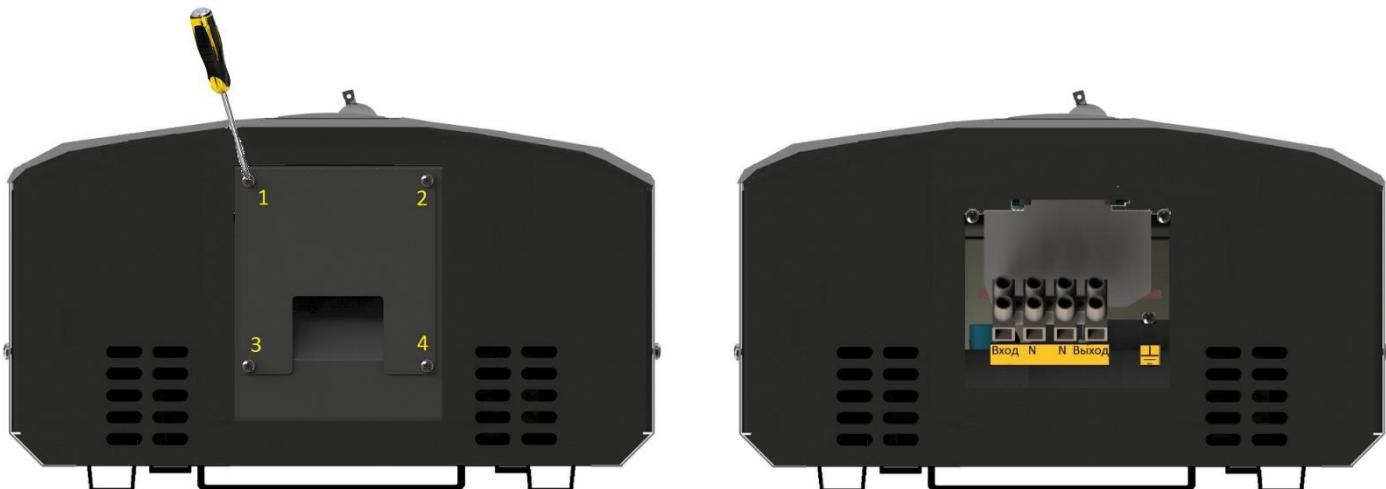

Рисунок 9. Схема зняття захисної кришки знизу корпусу стабілізатора
2. За допомогою викрутки відкрутити 4 гвинти захисної кришки з нижньої частини стабілізатора для доступу до клемної колодці (див . рисунок 9).
При натисканні на праву (позиція 2 на рис.9) кнопку в **основному режимі** на екрані по черзі з'являються такі параметри:
При натисканні на ліву (позиція 1 на рис.9) кнопку в **основному режимі** на екрані по черзі з'являються ті ж параметри, але в зворотному порядку.
Для входу в **додатковий** режим індикації необхідно натиснути на середню кнопку (позиція 3 на рис.9) в момент знаходження індикатора в основному режимі індикації.